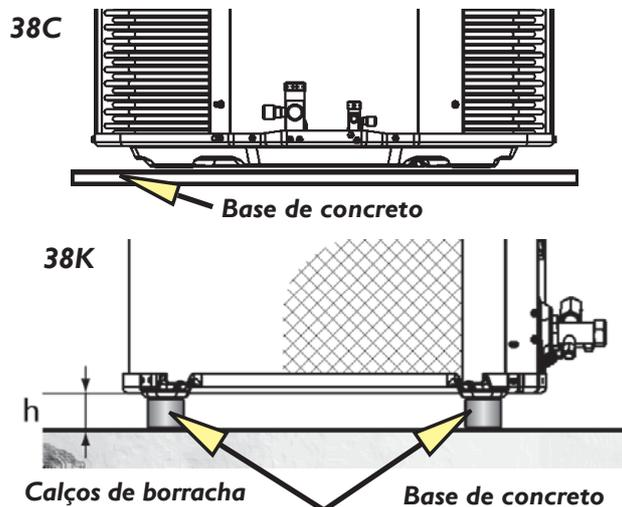

FIGURA 4 - CALÇOS RECOMENDADOS PARA UNIDADES CONDENSADORAS
- Recomendamos o uso de calços de borracha junto aos pés da unidade para evitar ruídos indesejáveis (Figura 4).